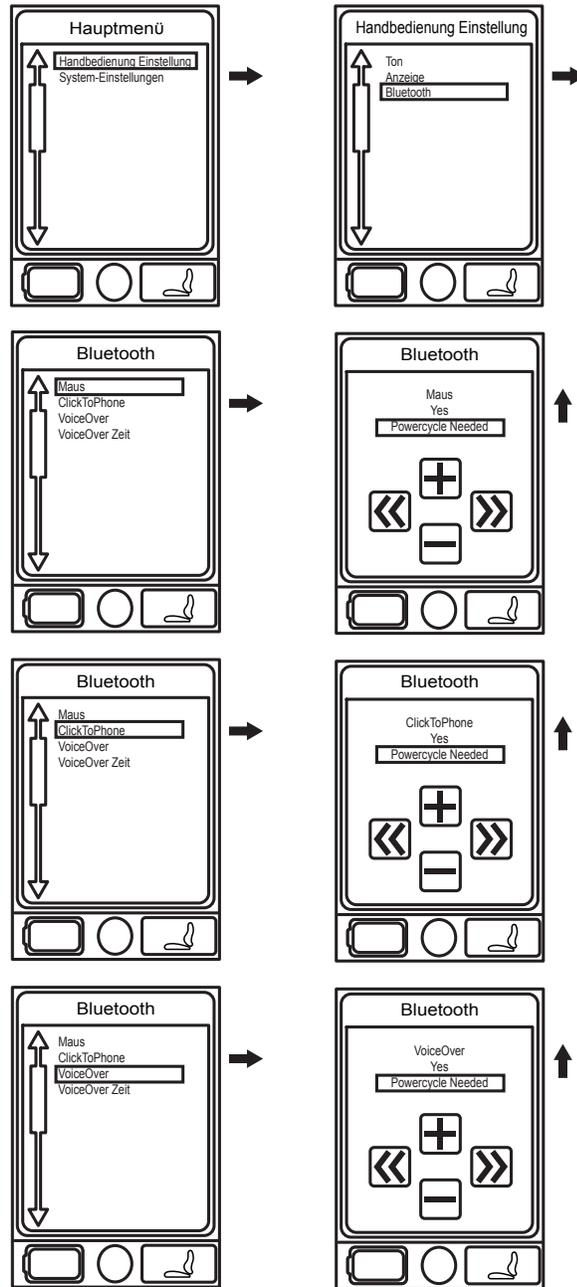

Abb. 6A. Bluetooth-Menü
2. Drücken Sie den Menü-Knopf, um das Hauptmenü aufzurufen. **Siehe Abb. 6A.**
3. Nutzen Sie den Steuerknüppel, um die Einstellungen für die Handsteuerung zu markieren, und drücken Sie den Steuerknüppel anschließend nach rechts, um diese Funktion auszuwählen. **Siehe Abb. 6A.**
6. Drücken Sie den Steuerknüppel nach vorne, um den Bluetooth-Bildschirm zu aktivieren. **Siehe Abb. 6A.**